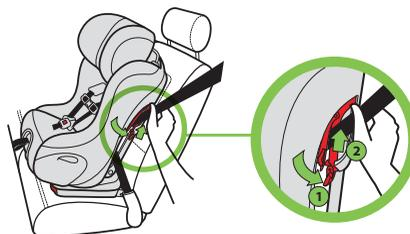

Figure 85
- Lors de l'utilisation d'une ceinture baudrier/sous-abdominale : tout en maintenant la ceinture du véhicule serrée, verrouillez le dispositif de blocage pour l'orientation vers l'avant, tel qu'illustré dans la **Figure 85**.